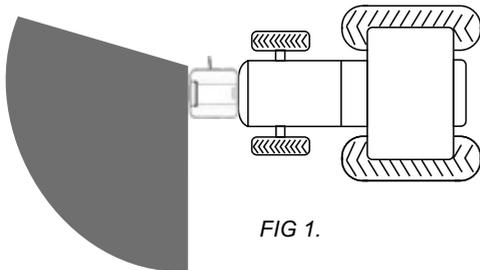

FIG 1.
**ETAPA 22** - Com a MS ligada e a Alavanca de Dosagem travada (regulada anteriormente), observe o leque de distribuição dos insumos, e então ajuste o **Registro Posicionador** e a velocidade no **Painel de Controle** de forma que o leque de distribuição fique o mais uniforme e centralizado possível - **veja exemplo nos desenhos na página seguinte, Figs. 1 e 2).**